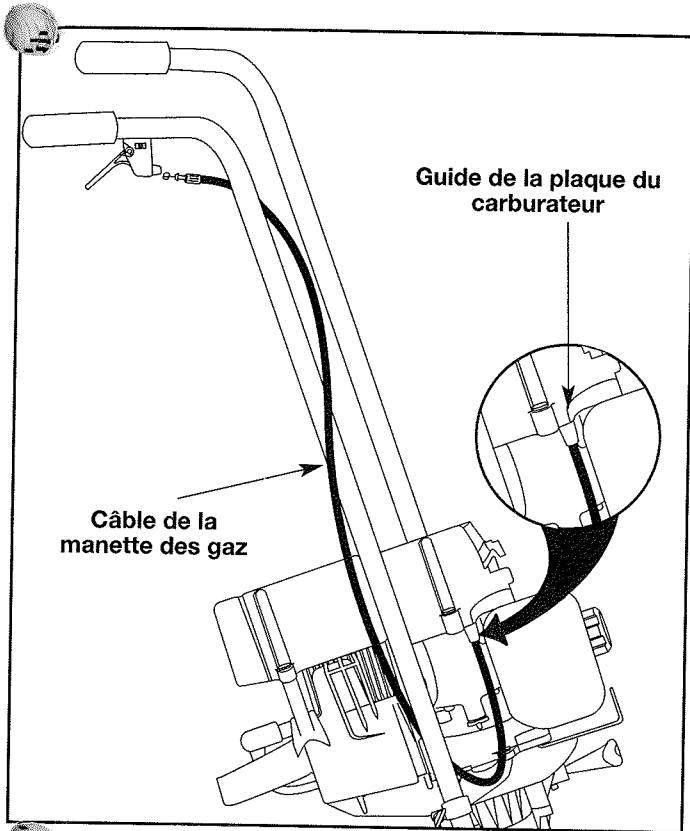

Fig. 8
1. Enroulez le câble de la manette des gaz une fois autour du guidon (Fig. 8).
**NOTE :** Assurez-vous que le câble de la manette passe par le guide de la plaque du carburateur sur le moteur. Si ce n'est pas le cas, la manette des gaz ne fonctionnera pas correctement (Fig. 8).